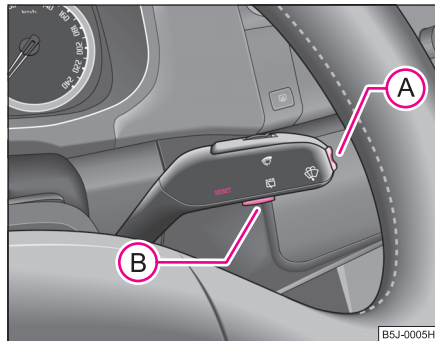

Fig. 10 Display-ul cu informații: Elementele de comandă
- Meniul se activează prin apăsarea tastei basculante **A** ⇒ fig. 10 mai mult de 1 secundă.